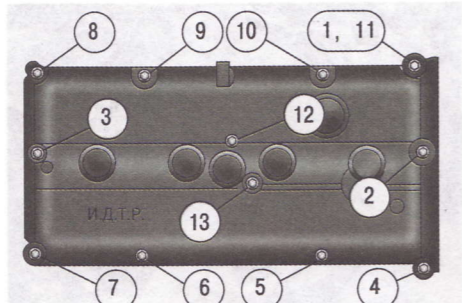

Рис. 5.4. Порядок затяжки болтов крепления крышки головки блока цилиндров
9. Установите крышку головки блока цилиндров с новой прокладкой и все снятые детали в порядке, обратном снятию. Болты крепления крышки затягивайте в порядке, показанном на рис. 5.4, в два этапа: